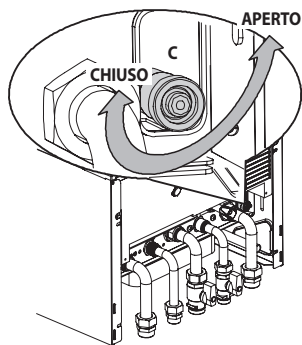

Figura 8.3
- Allentare il rubinetto di svuotamento caldaia **C** indicato in Figura 8.3.